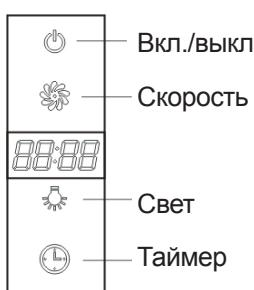

Рис. 6.
- Как пользоваться панелью управления см. на Рис.6.